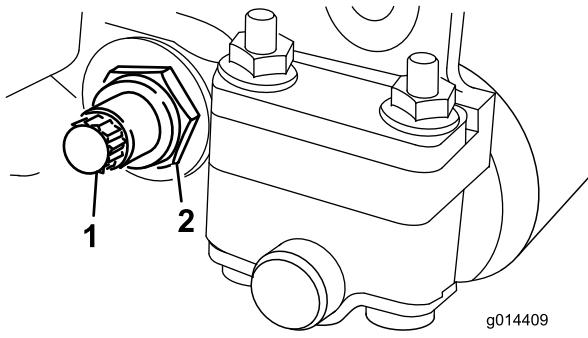
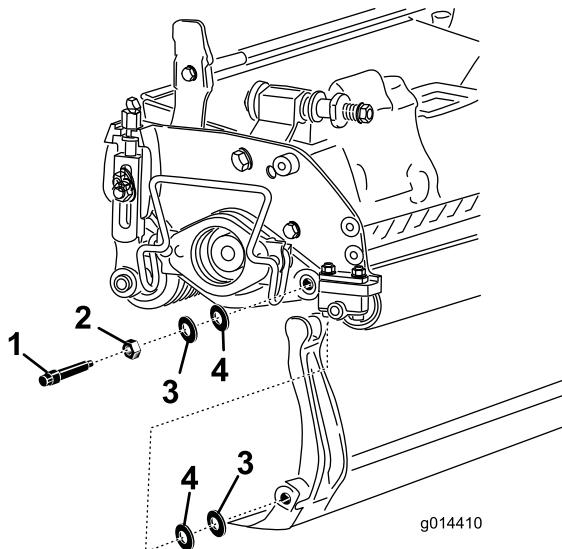

Figura 14
Figura 15
3. Su ciascun lato della macchina, allentate il dado di bloccaggio che fissa il bullone della barra di appoggio (Figura 14).
4. Togliete ciascun bullone della barra di appoggio consentendo alla barra di appoggio di essere tirata verso il basso e rimossa dal bullone della macchina (Figura 14). Tenete in considerazione le due rondelle in nylon e la rondella in acciaio stampato su ciascun lato della barra di appoggio (Figura 15).
2. Fissate la barra di appoggio su ciascuna piastra laterale mediante gli appositi bulloni (dadi sui bulloni) e 4 rondelle (8 in tutto). Collocate una rondella in nylon su ciascun lato della flangia di estremità della piastra laterale. Posizionate una rondella in acciaio all'esterno di ciascuna rondella in nylon (Figura 15).